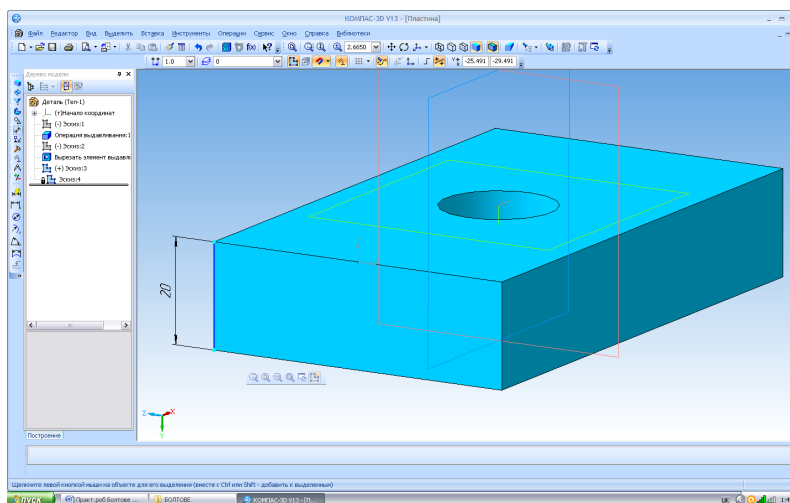

Рис. 3.6.4: Модель пластини з отвором
1. Деталь «Пластина» створюється аналогічно за розмірами: висота 60 мм, ширина 100 мм, діаметр отвора 22 мм та товщина 20 мм (рис. 3.6.4).